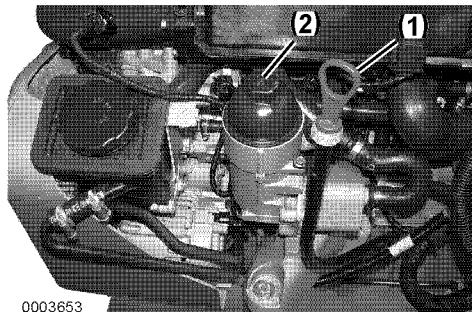

Figura 1
3. **AVVISO:** Prendere tutte le misure necessarie per evitare la contaminazione dell'olio motore con detriti e sporco. Pulire con cura l'astina di controllo del livello dell'olio e l'area circostante prima di rimuovere il tappo. Allentare il tappo del bocchettone di rifornimento dell'olio motore (**Figura 1, (2)**) di 1-2 giri con una chiave a tubo. Attendere qualche minuto che l'olio venga scaricato nella coppa.
4. Rimuovere l'astina per il controllo del livello olio motore (**Figura 1, (1)**). Fissare una pompa per scarico dell'olio e pompare via l'olio. Smaltire correttamente i rifiuti.